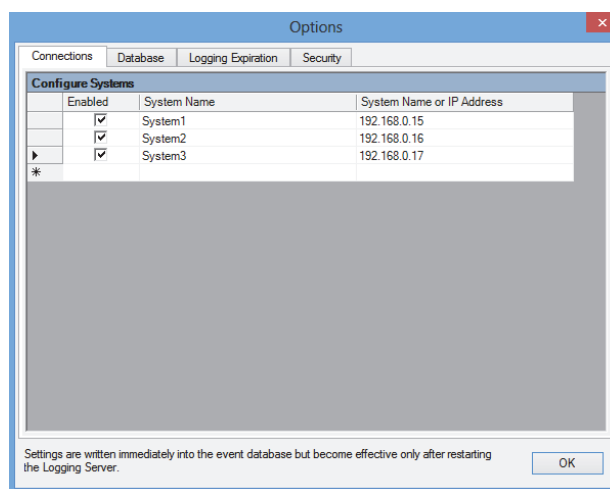

figura 58.10: Eliminazione di un sistema (2)
- 2 Sulla tastiera del PC in cui è in esecuzione il *Logging Server*, premere il tasto *Del*. Il sistema viene rimosso dall'elenco (per avere un esempio, vedere figura 58.10).